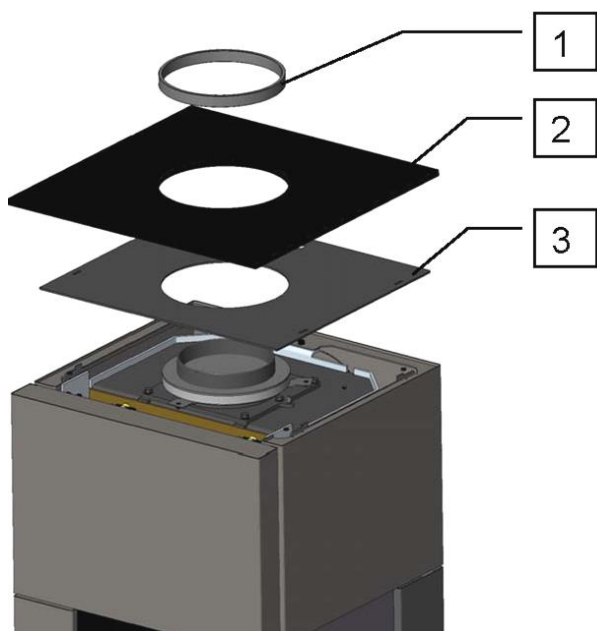

Fig. 6: retrait du couvercle supérieur
Pour cela, l'anneau rayonnant (Fig. 6, 1), la plaque de verre décorative (2) ainsi que le couvercle en acier (3) sont retirés séparément. Ces composants peuvent être retirés sans outils supplémentaires.
replacer en haut la façade de l'enveloppe, le couvercle en acier, la plaque de verre décorative et l'anneau rayonnant (voir Fig. 6).